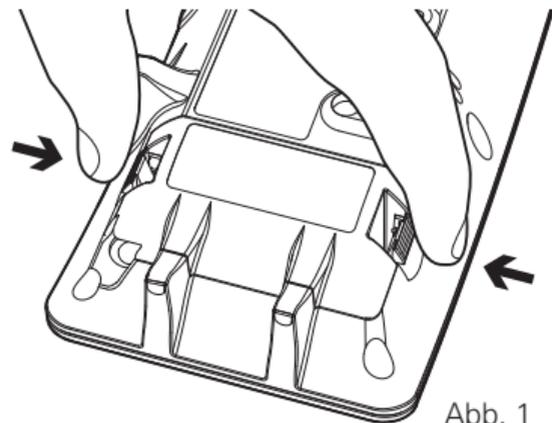

Abb. 1
1. Entfernen Sie die Batterieabdeckung auf der Rückseite der Tiefton-Sirene durch Drücken der Streifen auf beiden Seiten der Batterieabdeckung, wie angezeigt (Abb. 1).